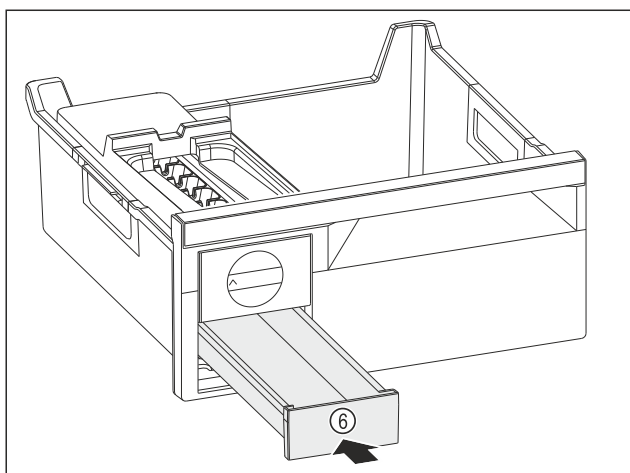

Fig. 146
- Ijsblokjesvak Fig. 146 (6) inschuiven.